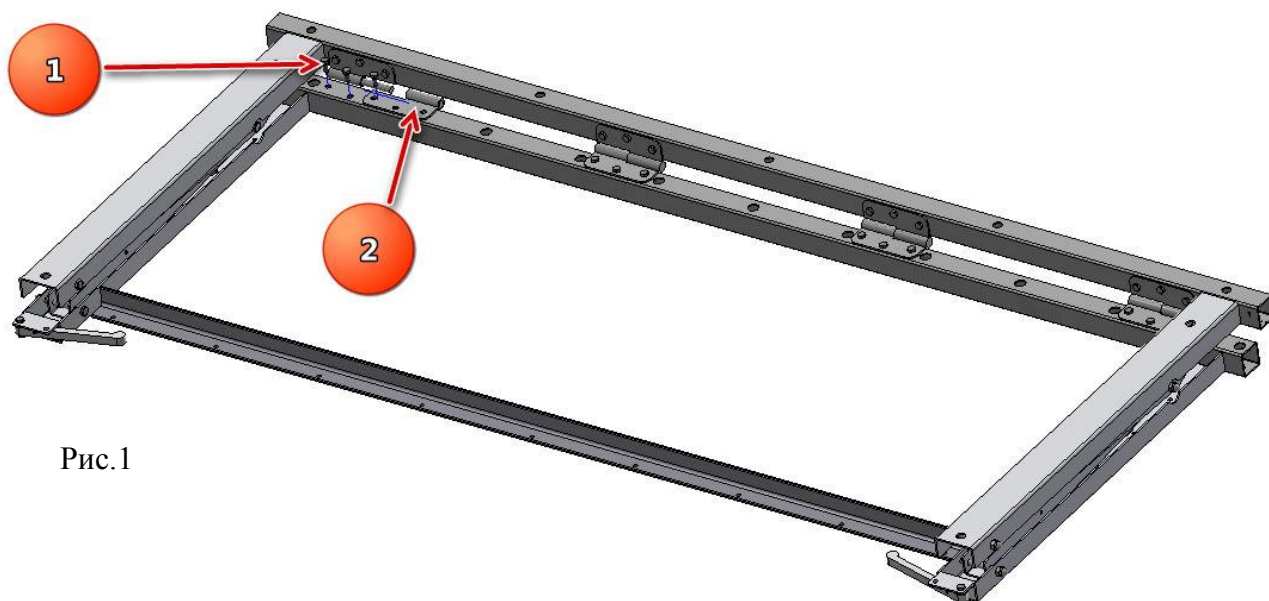

Рис.1
3. Снимите полу-петлю слева с поворотной рамы Рис.1 поз.2 открутив 3 болта М5х12 поз.1.